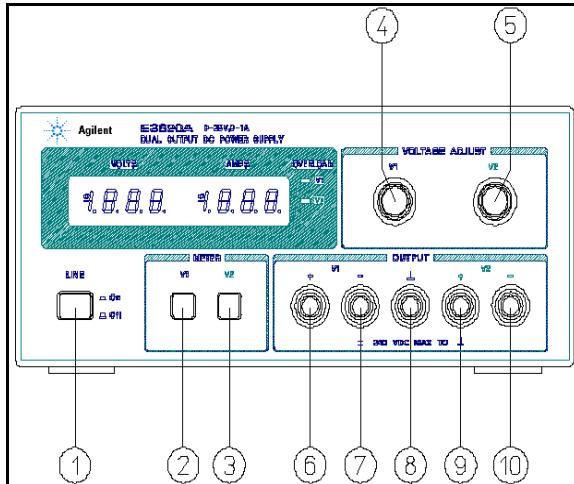

图 2 前面板控制器和指示灯
将 LINE (线路) 按钮开关按下 (①, 图 2)，将电源置为 ON (开启)；释放按钮 (弹出位置)，将电源置为 OFF (关闭)。
下面的步骤说明了图 2 中所示的 E3620A 型前面板控制器的使用，并大致检查电源是否正常工作。在收到仪器并将其连接到任一负载设备之前，执行此检验步骤或 **Service Information** 一节提供的更具体的性能测试。如果遇到任何困难，请执行 **Service Information** 一节开始处介绍的更具体的性能测试。